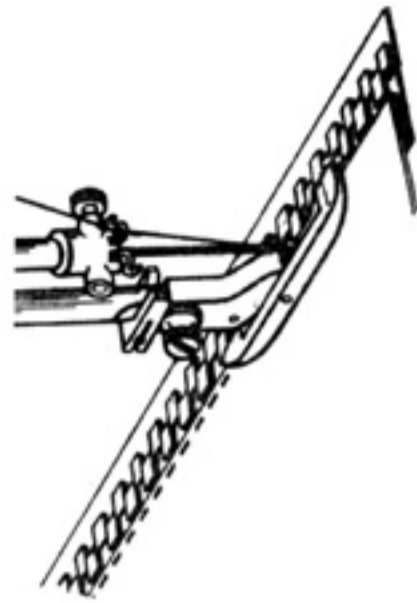

Рис. 65
43. Пришивание застежек - молнии (рис. 65)